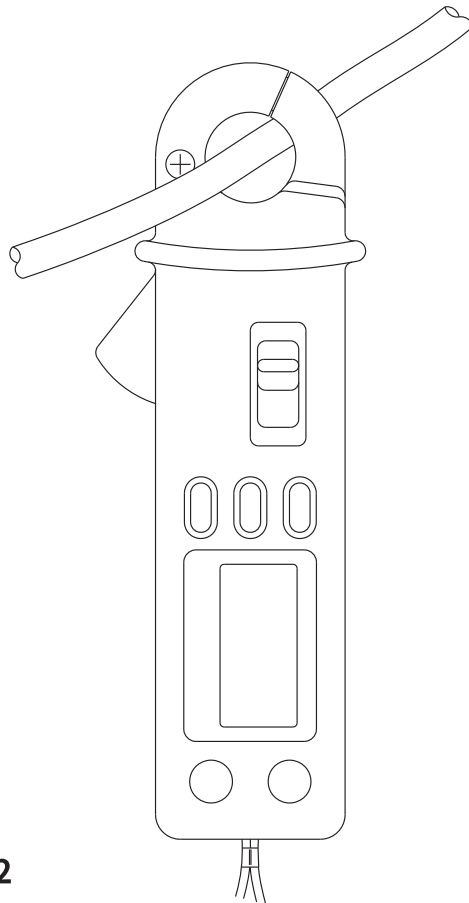

图 2
4. 针对 DC 量测，当电流流经仪器底侧上方时，读数会是正值，如图 2 所示。